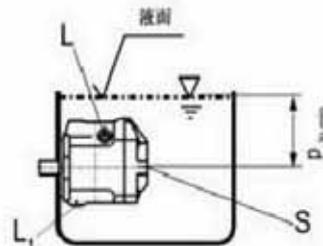

图3
a) 当油箱的最低液面在泵顶端之上或同高，则“L₁”、“L”和“S”口可开放（见图3）。